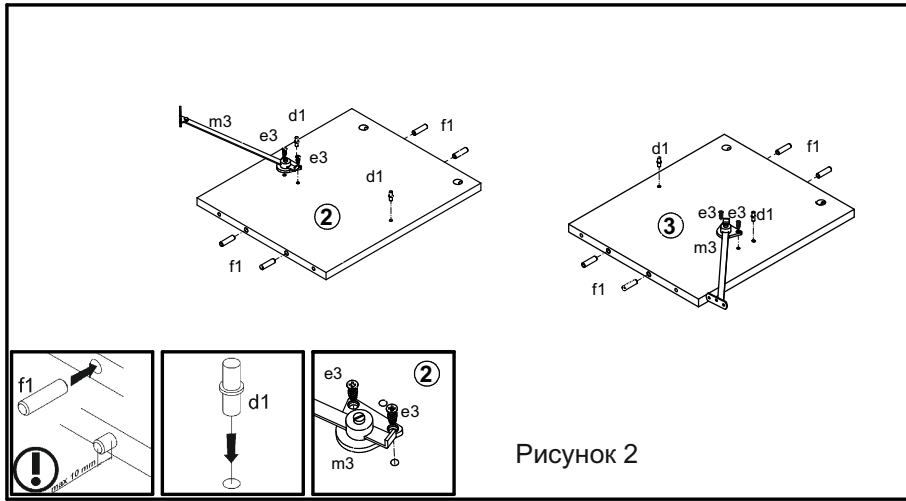

Рисунок 2
2. В отверстия $\varnothing 8$ мм на верхних и нижних кромках стенок боковых **2, 3**, вбить деревянные шканты **f1** (см. рис. 2).
4. В отверстие $\varnothing 5$ мм на внутренних поверхностях стенок **2, 3** еврошурупами **e3** закрепить кронштейны бара **m3** (см. рис. 2).
7. В отверстия $\varnothing 5$ мм на внутренних поверхностях стенок боковых **2, 3** вбить полкодержатели **d1** (см. рис. 2).